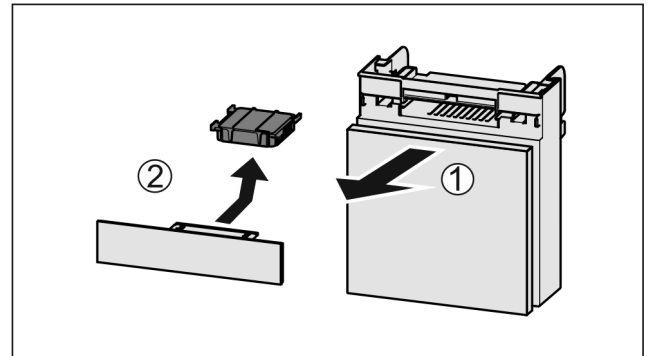

Fig. 108
- ▶ Потягніть Fig. 108 (1) відділення вперед.
- ▶ Витягнути Fig. 108 (2) фільтр з активованого вугілля.